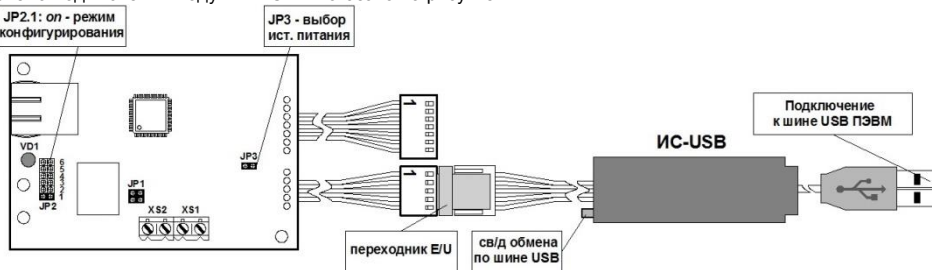

Рис.4 Схема подключения модуля к ПЭВМ
- 1) подключить модуль к ПЭВМ (см. рисунок 4);